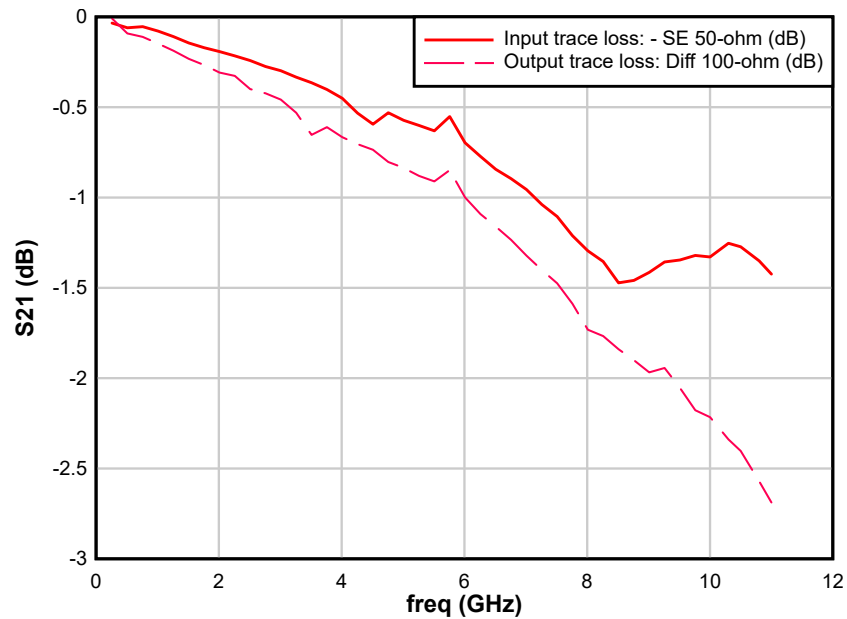

图 3-2. PCB 布线损耗与频率的关系
4. 在增益测量期间，必须在器件的输入和输出侧补偿电路板布线损耗。图 3-2 给出了在 EVM 上测量的典型输入和输出布线损耗。